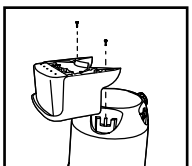

FIGURA 6
5. Tome el carrito de accesorios y colóquelo en las ranuras ubicadas en la parte posterior del depósito (del lado opuesto al drenaje). Asegure con los tornillos suministrados. **FIGURA 6.**